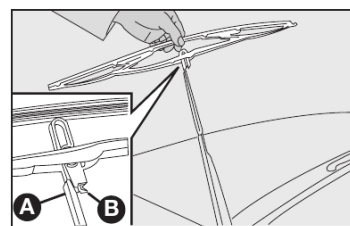

fig. 28
Substituição das palhetas do limpador do para-brisa - fig. 28
2) Tirar a palheta apertando a trava B-fig. 28 na haste A e simultaneamente empurrando-a para baixo, a seguir, desengatar a palheta da haste A;